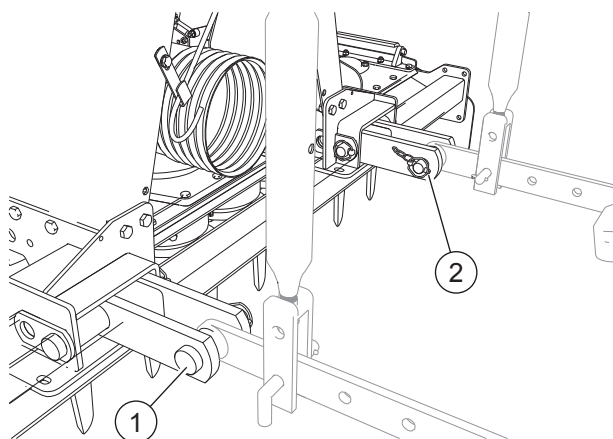

FIG. 24
- Approcher les barres du relevage aux attelages inférieurs ("Fig. 24"). Insérer les axes d'attelage (1). Bloquer les axes avec les goupilles à déclic (2) fournies en équipement.